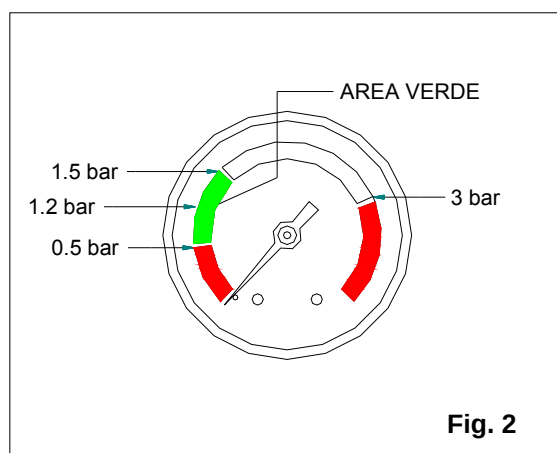

Fig. 2
- Verificare che la pressione idrica dell'impianto di riscaldamento, osservata attraverso il manometro (fig.2), non sia inferiore a 1.2 bar;